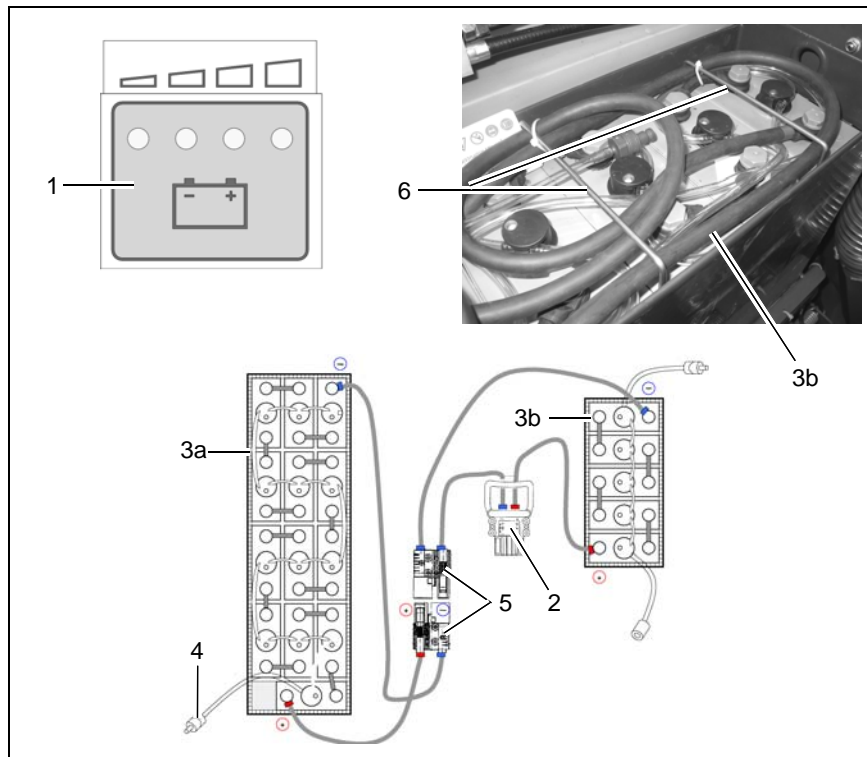

Abb.24
In der Abbildung ist der PzS Trogbatterie-Satz 36V/450 Ah dargestellt (Option). Zur Befestigung der Batteriekabel befinden sich zwei Bügel und Kabelbinder im Lieferumfang der Batterien. Montieren Sie die Bügel (Abb. 24/6) im kleinen Batterietrog (Abb. 24/3b).
Während des Betriebes wird durch die Ladekontrollanzeige (Abb. 24/1) der Ladestatus der Batterien (Abb. 24/3) an-
4. Batteriestecker (Abb. 24/2) vom Gerätestecker abziehen und mit dem Stecker des Ladegerätes verbinden.
4. Batteriestecker (Abb. 24/2) vom Gerätestecker abziehen. Ggf. Wassernachfüllsystem (Abb. 24/4) trennen.
6. Batteriestecker (Abb. 24/2) mit Gerätestecker verbinden. Ggf. Wassernachfüllsystem (Abb. 24/4) montieren.